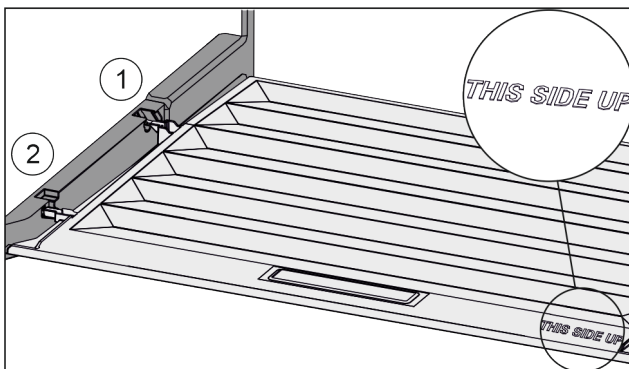

Fig. 36
- Dekselranden via de opening van de achterste houder Fig. 36 (1) aanbrengen en van voren in de houder Fig. 36 (2) klikken.